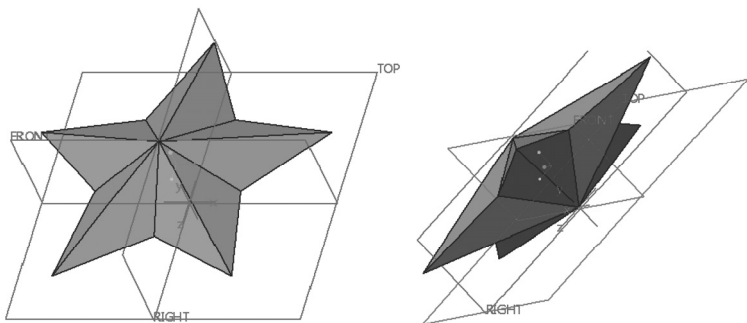

图 4-136 绘制五角星形状
- (1) Creo Parametric 基础特征主要包括哪些特征?
- (2) 在创建拉伸特征的过程中,需要指定拉伸某一侧的深度图标选项,如 (盲孔)、 (对称)、 (穿至)、 (下一个)、 (穿透)和 (到选定项)。请分析或说明这些深度图标选项的具体功能含义。
- (3) 简述旋转实体特征的典型创建步骤,可以举例进行辅助说明。
- (4) 创建旋转特征时需要注意的方面包括旋转轴、旋转截面和旋转角度,请总结这些注意方面的相关事项。
- (5) 什么是可变截面扫描特征?请上机自行创建一个可变截面扫描特征。
- (6) 混合特征主要包括哪几种类型?它们分别具有什么样的特点?
- (7) 简述创建基本扫描混合特征的一般方法及步骤。
- (8) 上机练习:使用混合功能创建图 4-136 所示的五角星实体模型,具体尺寸可以由读者自行确定。